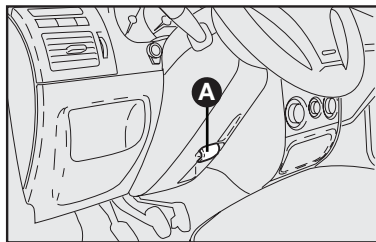
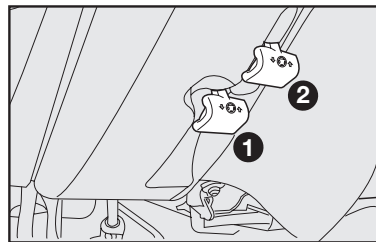

fig. 9
fig. 10
VOLANTE - fig. 9 y 10
- 1) Desplace la palanca A-fig. 9 hasta la posición 2-fig. 10.
- 3) Vuelva a poner la palanca en la posición 1-fig. 10 para trabar nuevamente el volante.